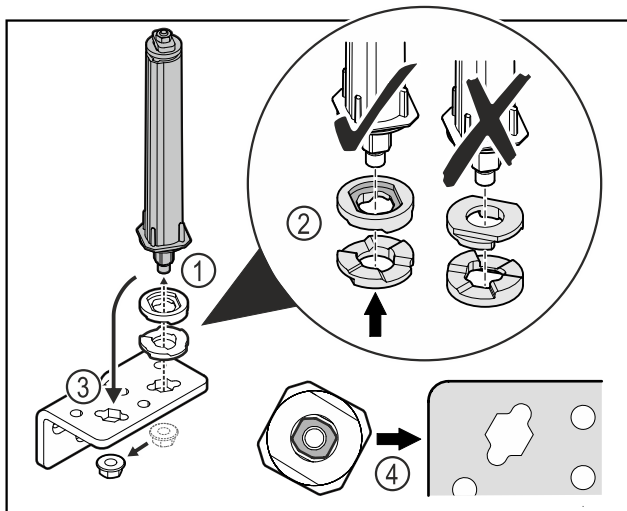

Fig. 32
- ▶ Lossa muttern och ta bort dörrlåssystemet Fig. 32 (1).
- ▶ Se till att rikta brickorna för höjdjustering korrekt Fig. 32 (2).
- ▶ Flytta dörrlåssystemet i gångjärnsfästet och fixera med muttern Fig. 32 (3).
- ▶ Kontrollera att dörrlåssystemet är korrekt riktat vid monteringen Fig. 32 (4).